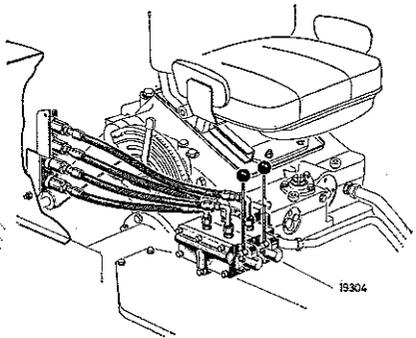

Bild 58
- c) 4 Schlauchanschlüsse und 2 doppelt wirkende Steuergeräte. Bild 58.